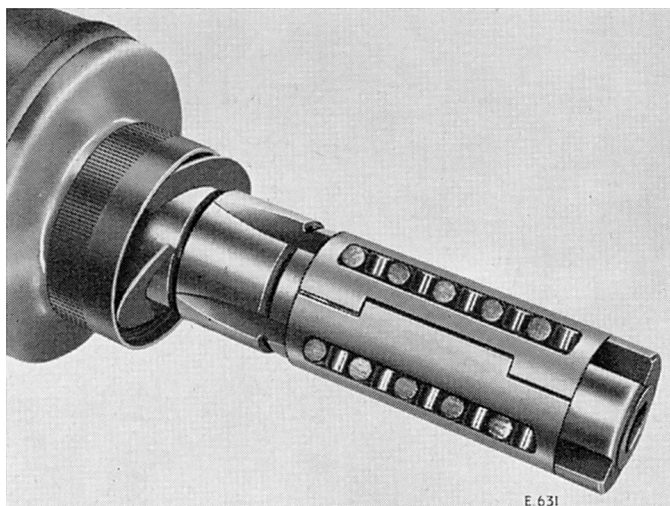

Fig. 6. Vue éclatée de la partie télescopique
Remplir les quatre rainures le long de l'arbre (7) avec la graisse spécifiée à la page 2.402. Monter les guides de rouleaux (8) et, à travers la fente, placer dix rouleaux dans chaque rainure, comme indiqué Fig. 6.